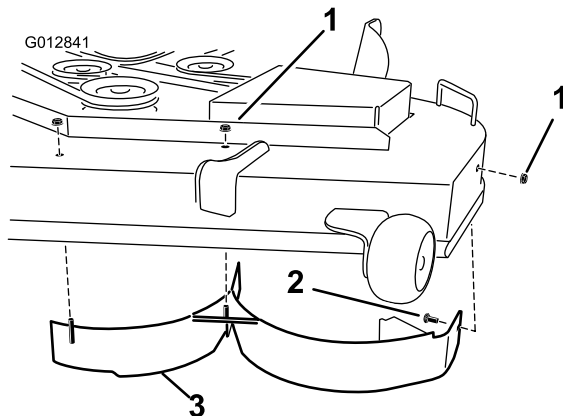

Bild 32
6. Entfernen Sie die zwei Sicherungsmuttern (5/16 Zoll), die an den geschweißten Pfosten des linken Ablenkblechs oben auf dem Mähwerk in der Mitte und links von der Mittelstellung gesichert sind (Bild 32). Entfernen Sie die Schlossschraube und die Sicherungsmutter an der Seitenwand des Mähwerks, die das linke Ablenkblech am Mähwerk befestigen.
7. Entfernen Sie das linke Ablenkblech vom Mähwerk, wie in Bild 32 dargestellt.